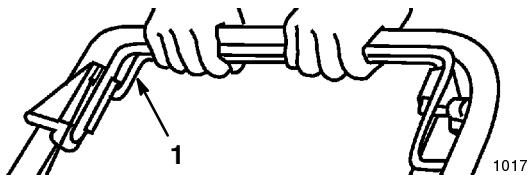

Figure 12
1. Pour commander la traction, serrer la barre de commande de traction contre le mancheron et la maintenir (Fig. 12).